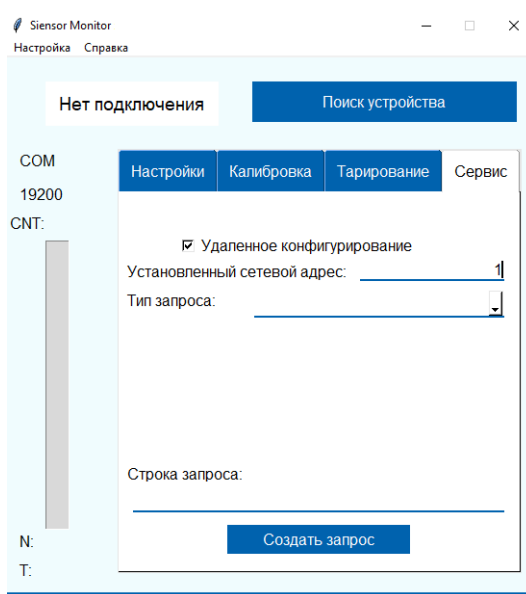

Рис. 2.13 Программа «Siensor Monitor» – настройки удаленного конфигурирования
10. Для того чтобы установить параметры калибровки вручную, установите галочку «Редактировать» (рис. 2.13) и введите параметр в соответствующее поле.
1. Перейдите в меню «Сервис» (см. рис. 2.13).